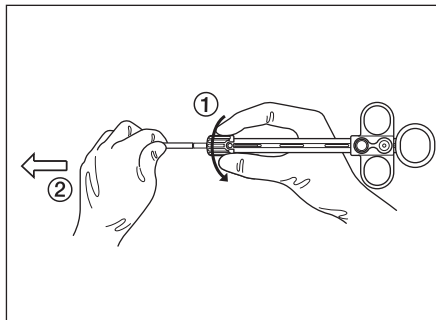

図 3.14
1. 操作部の先端についている固定つまみ (緑) を時計方向に回し、チャックアダプタの先端部を引き抜きます。(図 3.14 参照)